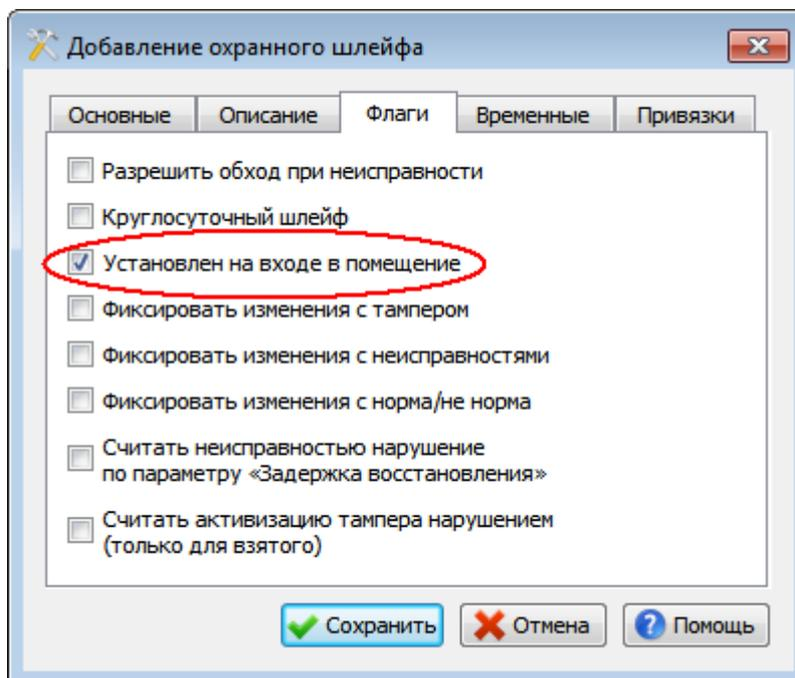

Рис. 63
- Открыть вкладку «Флаги» и установить флаг «Установлен на входе в помещение», как показано на Рис. 63.